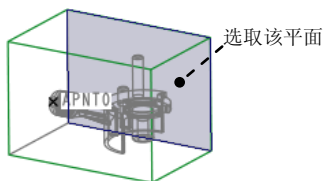

图 10.33 拉伸终止面
(4) 定义深度类型。在操控板中选择深度类型 **到选定的**，选取图 10.33 所示的面为拉伸终止面。
(5) 在“拉伸”选项卡中单击 **✓** 按钮，完成特征的创建。